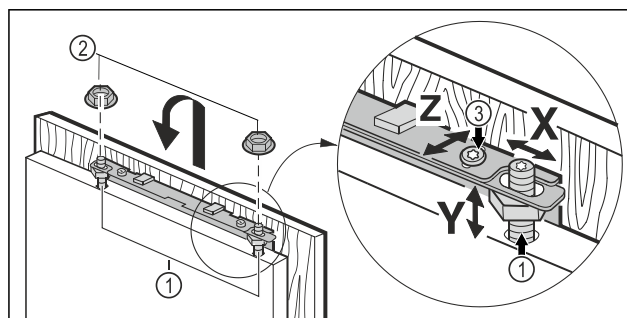

Fig. 22
- ▶ Accrocher la porte du meuble aux boulons de réglage Fig. 22 (1) et visser les contre-écrous Fig. 22 (2) sans serrer sur les boulons de réglage.
- ▶ Régler la porte du meuble à la hauteur Y et ajuster l'inclinaison latérale : Régler les boulons de réglage Fig. 22 (1) avec un tournevis.
- ▶ Serrer les contre-écrous Fig. 22 (3).